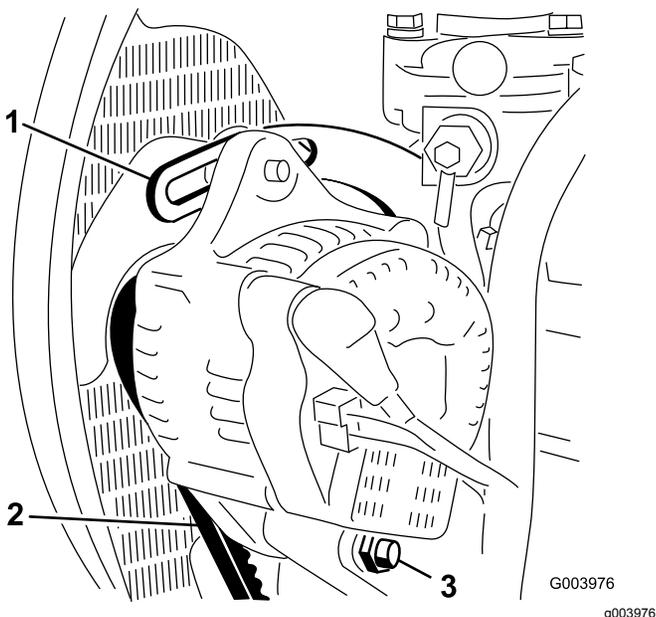

Рисунок 66
2. Проверьте натяжение ремня генератора, надавив на него (Рисунок 66) посередине между шкивами генератора и коленчатого вала с усилием 10 кг.
3. Ослабьте болт крепления скобы к двигателю (Рисунок 66), болт крепления генератора к скобе и болт оси поворота.